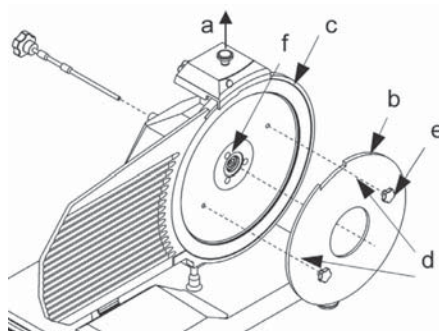

FIG. nr. 7 – Montarea sculei de extragere a lamei (b)
Pentru a curăța fața opusă este necesar să se scoată lama (vezi FIG. nr. 7).
- demontarea apărătoarei lamei (vezi FIG. nr. 7);